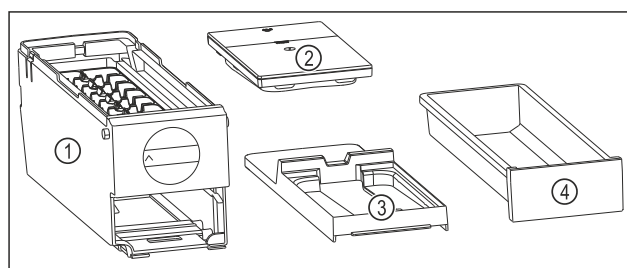

Fig. 108 Bestandteile des EasyTwist-Ice
- ▷ EasyTwist-Ice ist in vier Teile zerlegt. (siehe Fig. 108)
- EasyTwist-Ice nur in abgebildete Bestandteile zerlegen. (siehe Fig. 108)
- EasyTwist-Ice-Korpus Fig. 108 (1) als Ganzes reinigen.